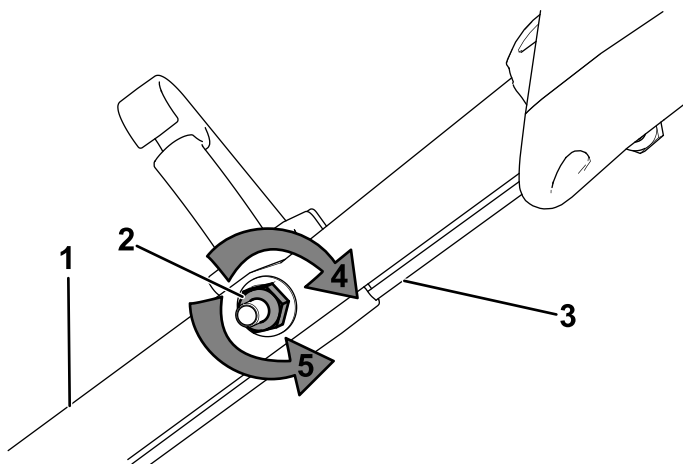

Figura 29
1. Gire la tuerca de ajuste en sentido antihorario para aflojar el ajuste del cable (Figura 29).
2. Ajuste la tensión del cable (Figura 29) tirando del mismo hacia atrás o empujándolo hacia adelante, y sujételo en esa posición.